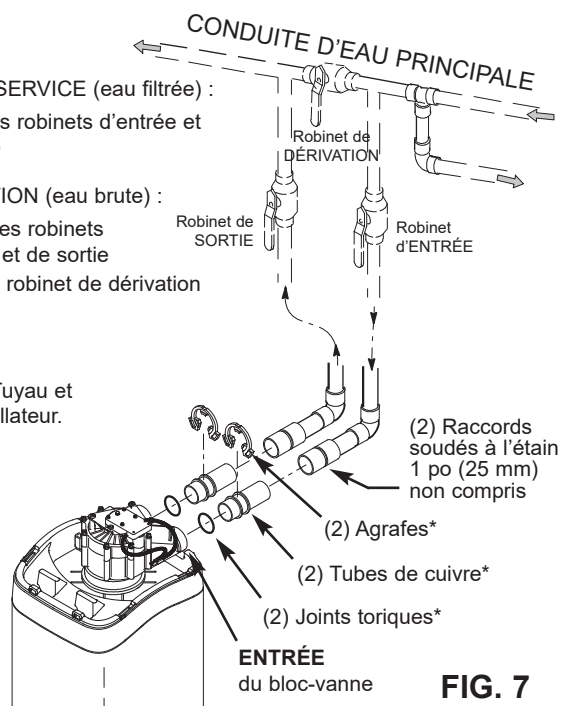

FIG. 7
- Dérivation à trois robinets : Enfilez les joints toriques lubrifiés, puis insérez les tubes cuivre/adaptateurs plastique dans les orifices d'entrée et de sortie correspondants du bloc-vanne (cf. Figures 7 et 9).
La conduite d'eau froide, si elle est en métal, sert souvent à la mise à la terre du circuit électrique de l'habitation. L'installation de la dérivation à trois robinets, illustrée à la Figure 7, maintiendra la continuité de terre. Mais la continuité sera rompue si vous installez une dérivation en plastique. Pour rétablir la continuité, procédez comme suit :
- Mettez le ou les dispositifs de dérivation à la position de dérivation. Vanne unique de dérivation : Rentrez la tige de la vanne (DÉRIVATION), cf. Fig. 8, page 6). Système à 3 robinets : Fermez les robinets d'entrée et de sortie, puis ouvrez le robinet de dérivation (cf. Fig. 7, page 6).